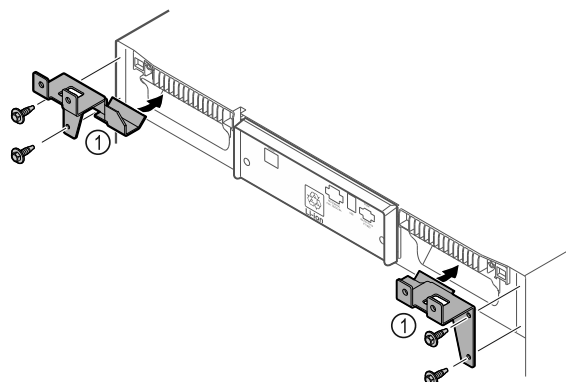

Fig. 10
- ▶ Držali Fig. 10 (1) montirajte na napravo s samoreznimi vijaki.